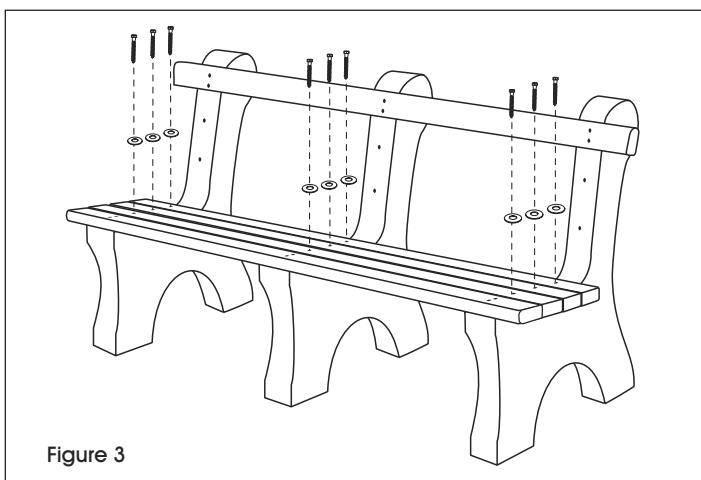

Figure 3
5. Alignez trois planchettes à un trou sur les trous prépercés de la partie siège des bases de banc. Fixez-les aux bases de banc à l'aide des vis tire-fonds de 3 1/2 po, des rondelles, de la perceuse et de la douille tournevis de 7/16 po (le vissage s'effectuera à l'étape 7). (Voir Figure 3)